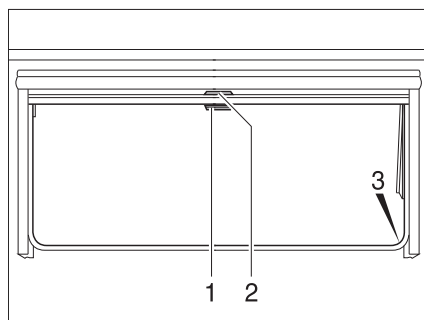

Fig. 55 Ventana abatible
- Tirar del asidero (Fig. 55,2) de la persiana oscurecedora enrollable hacia abajo. Cuando la persiana oscurecedora enrollable se cierre por completo, encajarla en el bloqueo (Fig. 55,3) a ambos lados del marco de la ventana.
- Cuando la persiana oscurecedora enrollable está completamente cerrada: Presionar el tirador (Fig. 55,2) hacia abajo y tirarlo ligeramente hacia dentro. Desenganchar la persiana oscurecedora enrollable de los bloqueos a izquierda y derecha del marco de la ventana.
- Cuando la persiana oscurecedora enrollable se encuentre en una posición intermedia: Tirar ligeramente del asidero (Fig. 55,2) hacia abajo, hasta que se hay soltado el bloqueo.
- Tirar hacia abajo de la mosquitera enrollable (Fig. 55,1) y engancharla en el bloqueo (Fig. 55,3) a ambos lados del marco de la ventana.
- Presionar el tirador (Fig. 55,1) hacia abajo y tirarlo ligeramente hacia dentro. Desenganchar la mosquitera enrollable de los bloqueos a izquierda y derecha del marco de la ventana.